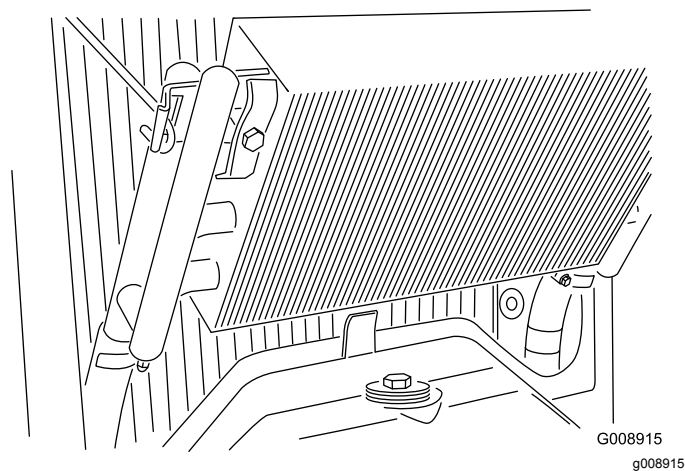

Рисунок 59
4. Откройте защелку маслоохладителя и поверните его назад (Рисунок 59).